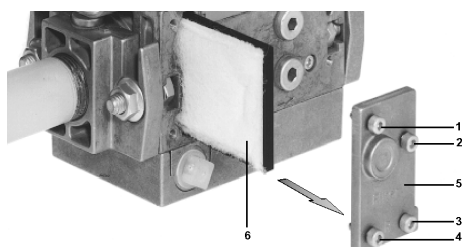

Fig. 43
- 2 Desenroscar los tornillos 1, 2, 3, 4 con la llave de macho hexagonal núm. 3, y retirar la tapa del filtro 5 (Fig. 43).